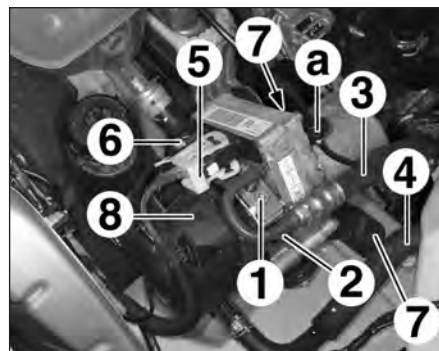

FIG. 16
- la vis (1) (Fig.16),
- la vis (2).
- les tuyaux (3) et (4),
- les connecteurs (5) et (6).
- les vis (7),
- le groupe électropompe (8).